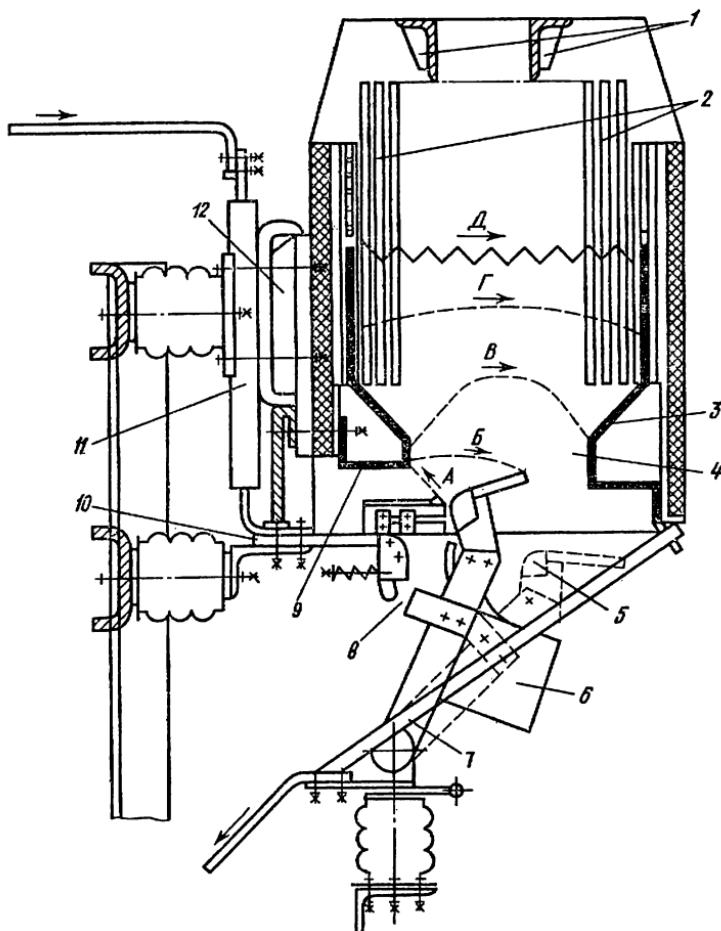

Рис. 79. Контактная система и дугогасительная камера выключателя ВЭМ-10:
**Отличительные особенности устройства и ремонта электромагнитного выключателя ВЭМ-10.** В отличие от предыдущих этот выключатель не содержит масла, что обеспечивает взрыво- и пожарную безопасность его работы. Он отличается большой износостойчивостью контактов и дугогасительной камеры. Общий вид основных элементов контактной системы и дугогасительной камеры показан на рис. 79.